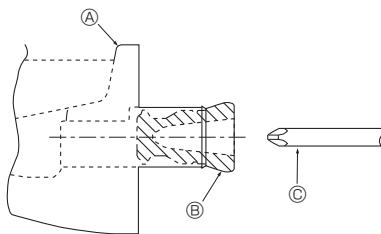

Fig. 5-1
- För dräning på vänster sida, kom ihåg att sätta i gummipluggen i den högra dräneringsöppningen. (Fig. 5-1)
- (A) Dräneringstråg